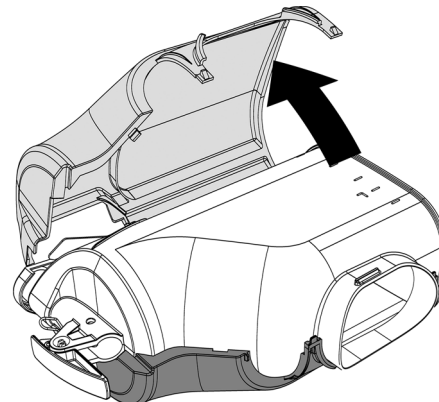
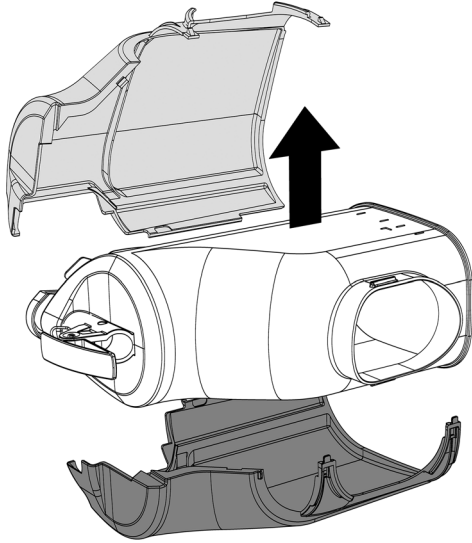

Bild 4
Bild 5
**2** Erst die linke Seite der Abdeckung und dann die rechte abnehmen. (Bild 4)(Bild 5).